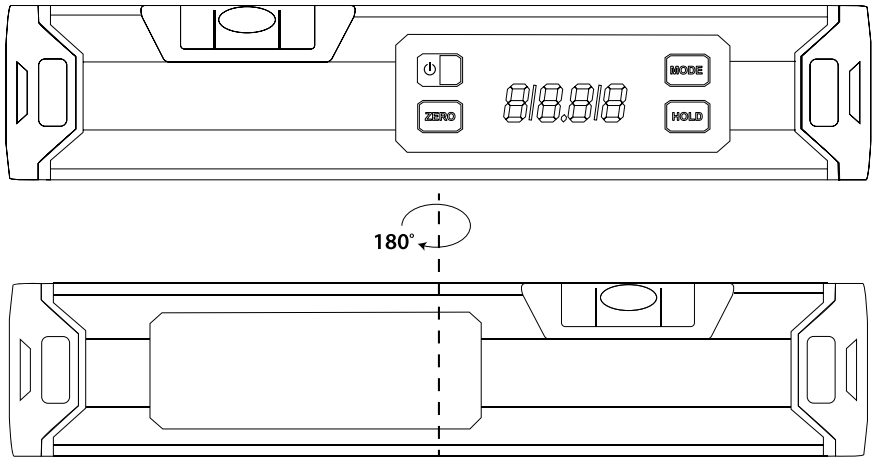

Рис. 2
- Нажмите кнопку (1), чтобы выключить прибор. Поместите прибор на ровную поверхность. Нажмите и удерживайте кнопку (4), затем нажмите кнопку (1), пока на дисплее не появится надпись **CAL1**.
- Не перемещая прибор, нажмите кнопку (4). Надпись **CAL1** начнет мигать, а затем превратится в **CAL2**.
- Поверните прибор на 180°, а затем нажмите кнопку (4). Надпись **CAL2** начнет мигать. Когда надпись **CAL2** исчезнет, калибровка будет завершена (рис. 2).